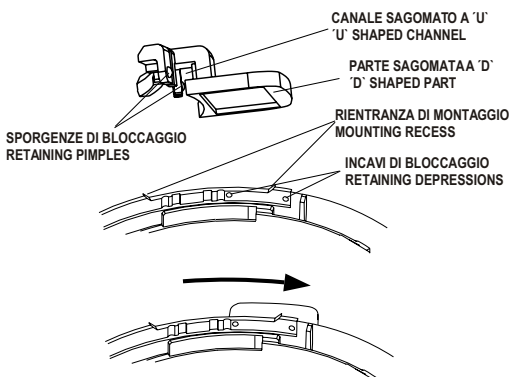

FIG. 5 *Inserimento della Linguetta Indirizzo*
- 5) Inserire la linguetta dell'indirizzo nel rilevatore (vedere Fig. 5).
- 5) Fit the address flag to the detector, see Fig.5.